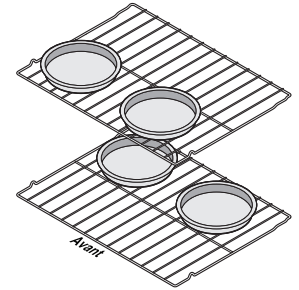

Figure 15 : Espacement des plats
- Lorsque vous cuisinez avec deux grilles de four, positionnez l'ustensile de cuisson comme illustré à la Figure 15. Laissez un espace d'au moins 5 cm (2 po.) entre les ustensiles de cuisson pour permettre à l'air de bien circuler.